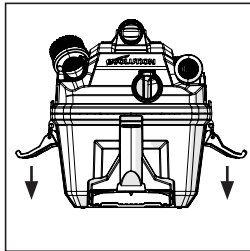

Abb. 4
- Entfernen Sie den Antriebskopf des Nass-/Trockensaugers, indem Sie die Deckelklammern, die sich auf den beiden Seiten des Saugers befinden, nach außen ziehen. Heben Sie den Antriebskopf ab. (Abb. 4)